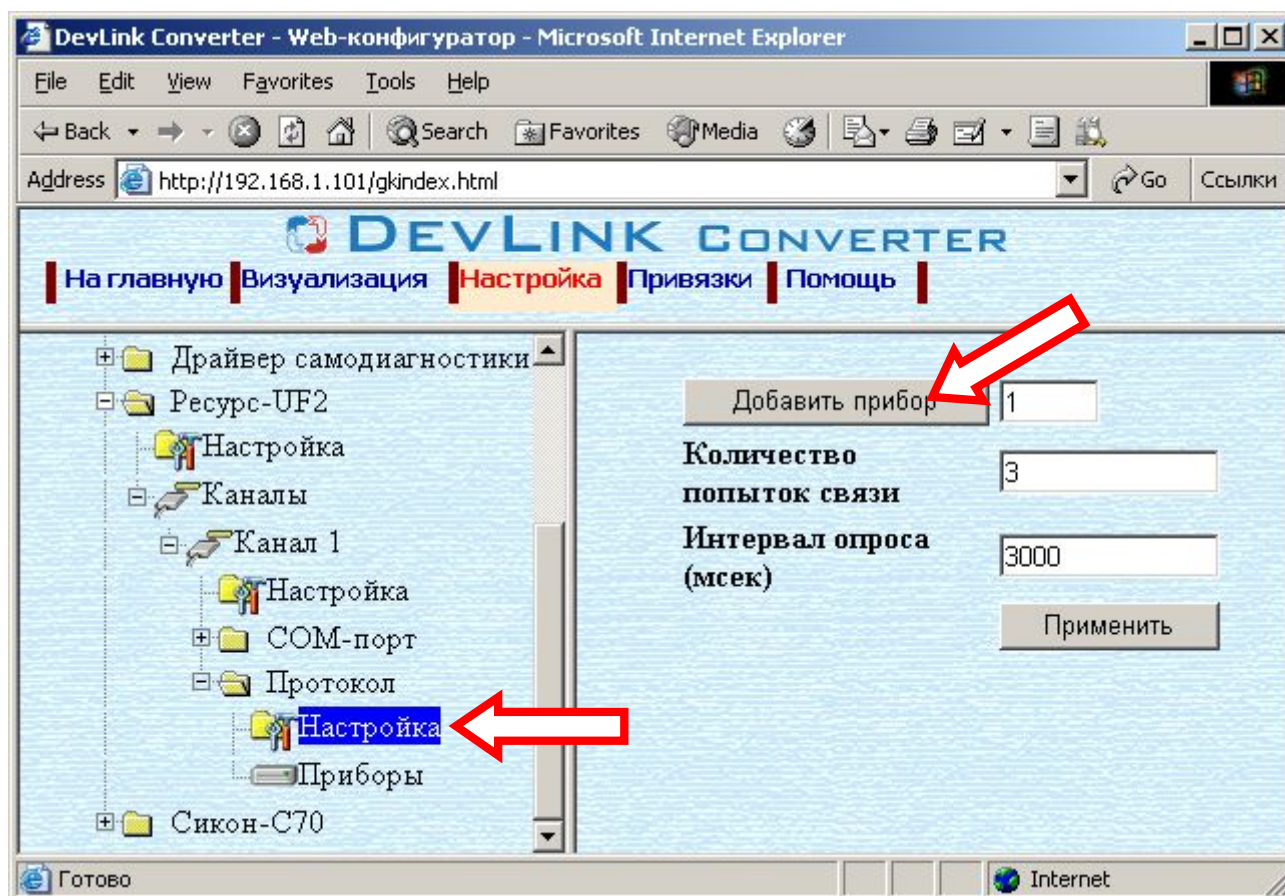

Рисунок 3.5 – Добавление прибора в канал
- Выберите в дереве объектов папку *«Настройка»* протокола драйвера нужного канала (рисунок 3.5).